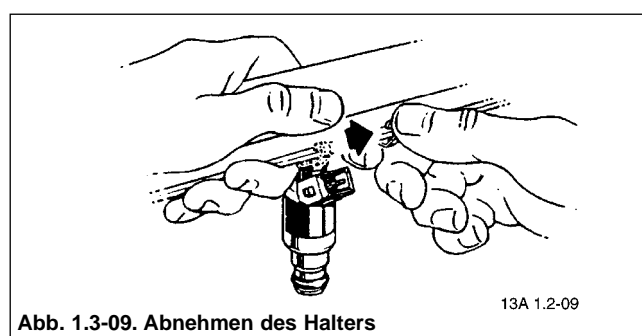

Abb. 1.3-09. Abnehmen des Halters
2. Den Einspritzventilhalter entfernen (Abb. 1.3-09).